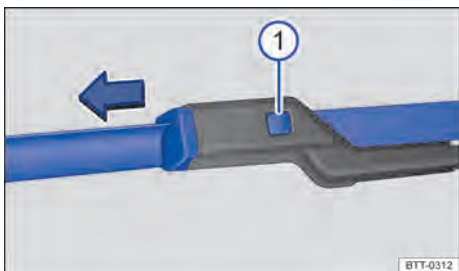

Fig. 166 Substituir as palhetas dos limpadores do para-brisa.
- Manter o botão de destravamento → Fig. 166 ❶ pressionado e, ao mesmo tempo, retirar a palheta do limpador do para-brisa no sentido da seta.